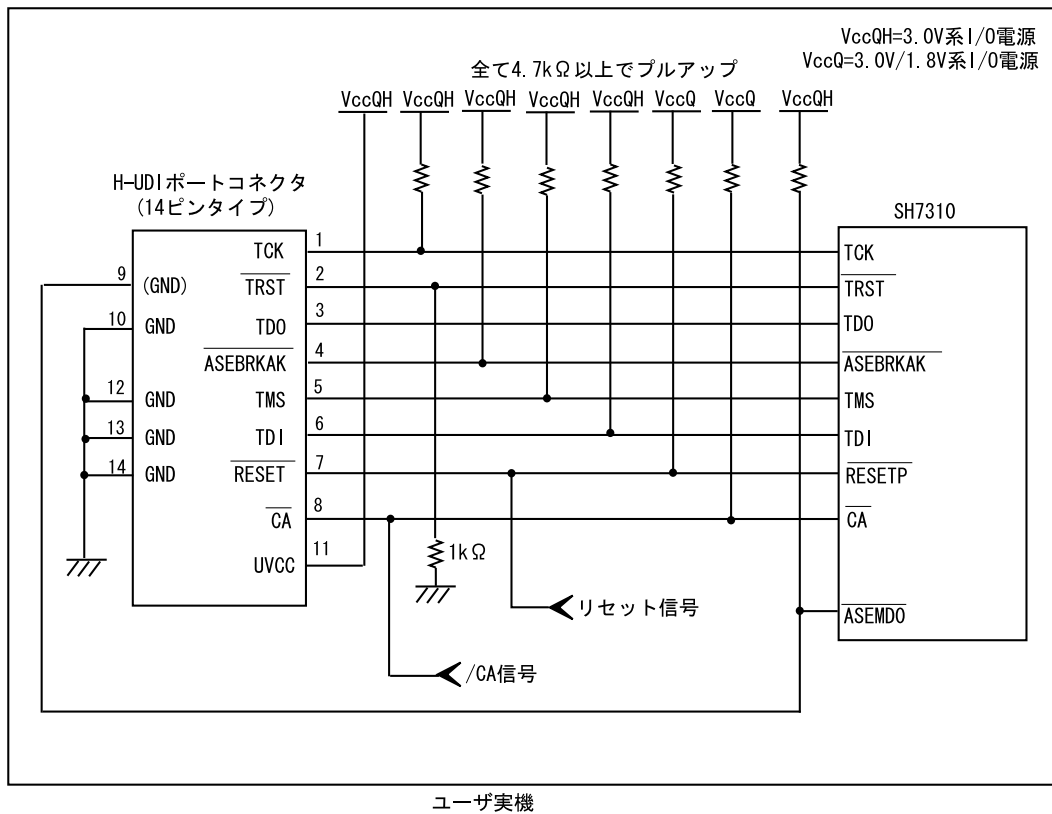

図 1.5 E10A-USB 使用時の H-UDI ポートコネクタ - チップ間の推奨接続例 (14 ピンタイプ UVCC 接続時)
- 図 1.5 推奨接続例で回路を組んだ場合の E10A-USB エミュレータのスイッチ設定：SW2=1, SW3=1 スwitch設定の詳細は、「SuperH™ファミリ用 E10A-USB エミュレータユーザーズマニュアル デバッグ編 3.8 章 DIP スwitchの設定」を参照してください。